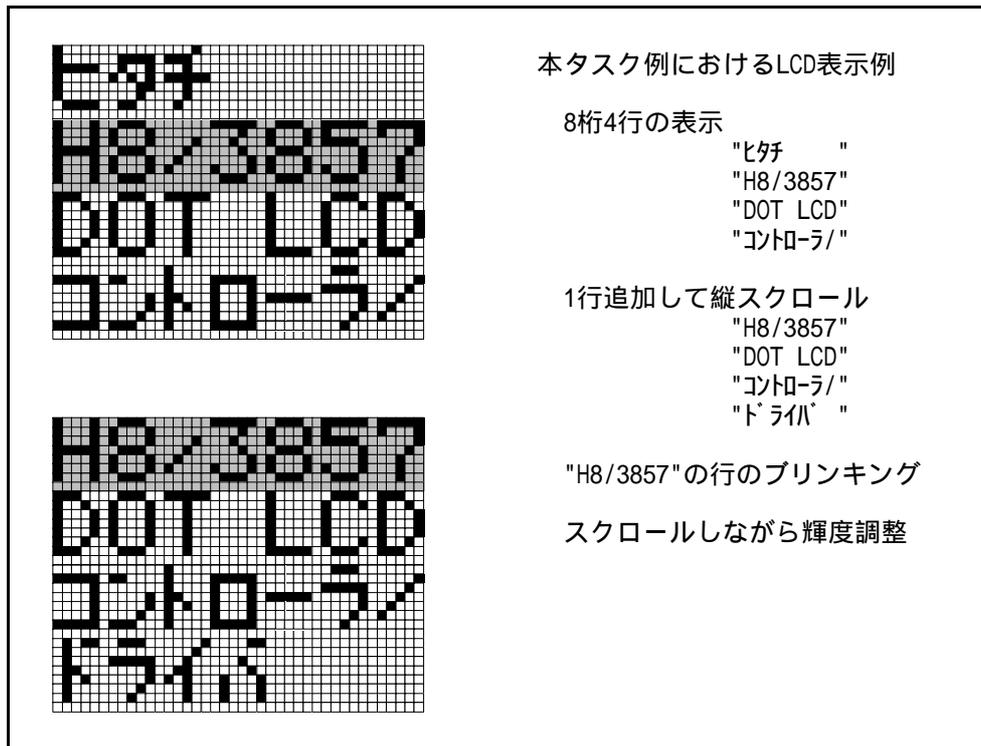

図1 本タスク例におけるLCD表示例
- (1) ドットマトリックスLCDコントローラ機能を使用して、液晶表示を行いません。
- (2) 本タスク例では40×32のドットマトリックスLCDを使用します。
- (3) 表示モードはキャラクタ表示モードで、1/5バイアス、1/32デューティによる表示を行いません。
- (4) 5×8ドットフォントで8桁4行の文字の表示、輝度調整、スクロール、およびプリンキングの制御を行います。
- (5) 本タスク例における液晶表示例を図1に示します。